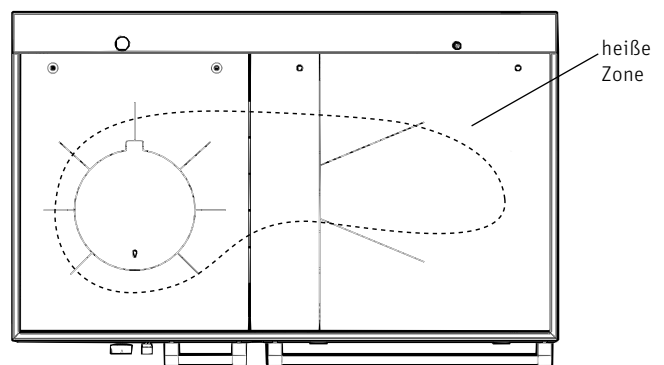

Fig. 11 Heißeste Zone zum Kochen beim Kochlochdeckel – Draufsicht auf Stahl-Herdplatte bzw. Cerankochfeld
- Die heißeste Zone zum Kochen befindet sich über dem Kochlochdeckel – Fig. 11. Die Herdplatten-Temperatur nimmt zur Backrohrseite hin ab.